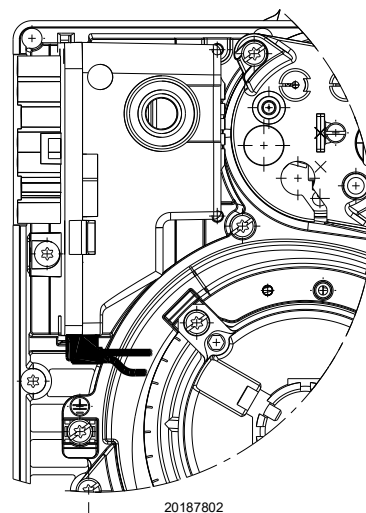

Fig. 20
- Kontroller at koblingskontaktene er satt riktig inn som vist av symbolene på bunnen av utstyret for flammekontroll. Pass på at kontaktene er satt helt inn i hver sin posisjon. Alle kontaktene må ha koblingsledningene vendt mot innsiden av brenneren (se Fig. 20).